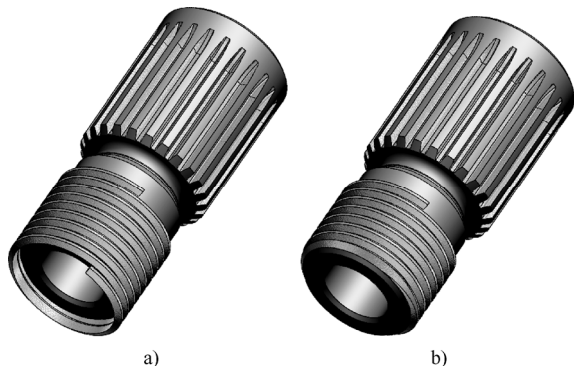

图 4-30 螺纹未修剪和修剪的不同
- “螺纹选项” 卷展栏中的 “根据开始面修剪” 复选框: 选中此复选框, 再选择一个面或点等为螺纹的起始位置, 然后可用开始面对螺纹进行修剪 (否则默认以螺纹线的位置为开始面, 对螺纹进行修剪), 如图 4-30 所示。